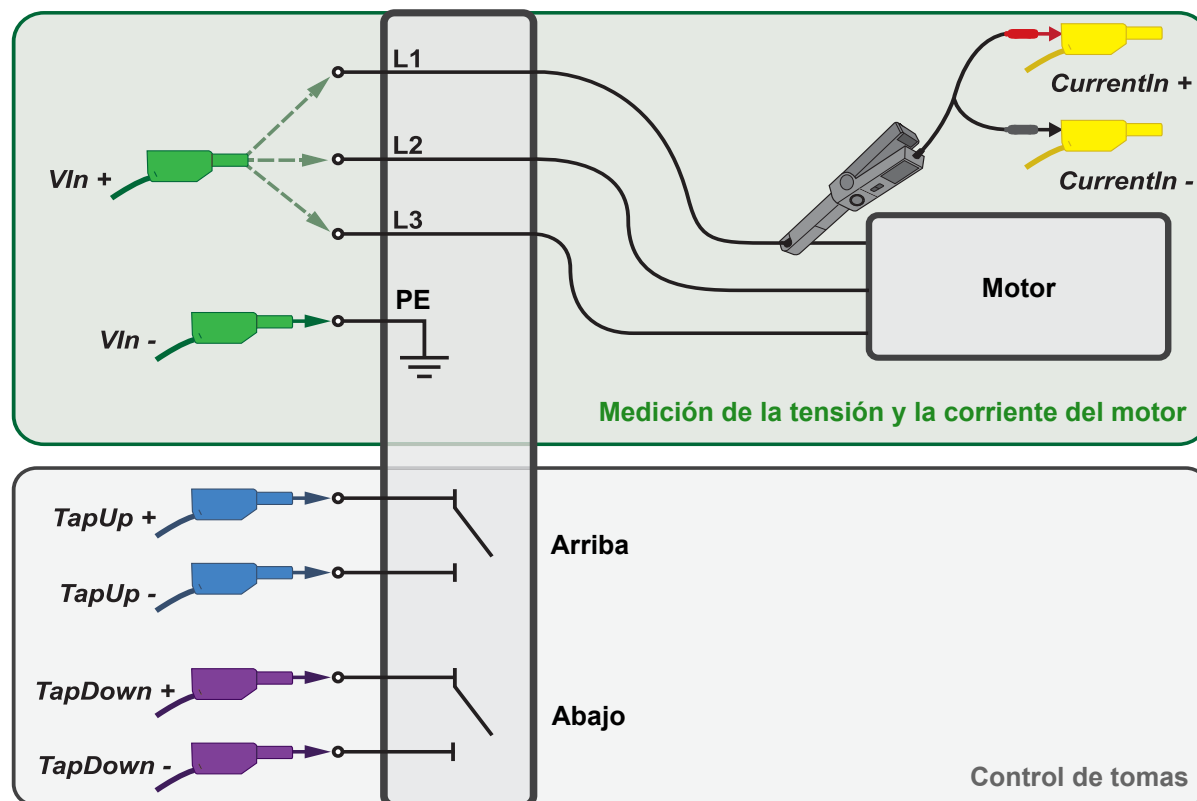

Figura 4-2: Esquema de conexión del cable del cambiador de tomas al cambiador de tomas
- III. Conecte el cable del cambiador de tomas a los bornes pertinentes del armario de control del transformador (consulte la Figura 4-2 abajo).